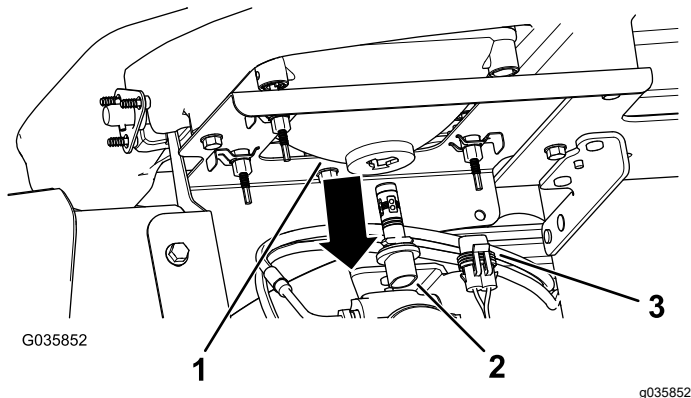

Figura 49
3. Scollegate il connettore elettrico del cablaggio dal connettore del gruppo luci sul retro del vano del faro (Figura 49).
5. Inserite il nuovo gruppo luci e il vano del faro e allineate le linguette nel gruppo luci alle fessure nel vano del faro (Figura 49).
6. Fissate il gruppo luci ruotandolo di 1/4 di giro in senso orario (Figura 49).
7. Collegate il connettore elettrico del cablaggio al connettore del nuovo gruppo luci (Figura 49).
4. Ruotate il gruppo luci di 1/4 giro in senso antiorario spostandolo indietro, fuori dalla sede del vano del faro (Figura 49).